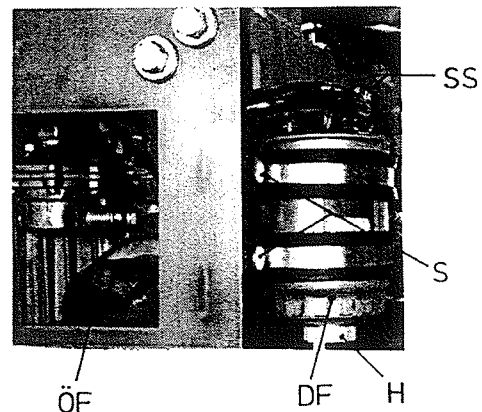

Bild 18
- Der Dieselleitungsfiler " DF " muß mindestens zweimal jährlich oder alle 200 Stunden entwässert werden (Bild 18).
- Beide Zylinderschrauben " S " am Filterhalter lösen und Kraftstofffilter " DF " herausnehmen (Bild 18).
Ölfilterwechsel (siehe Bild 18 Abschnitt 10.7)